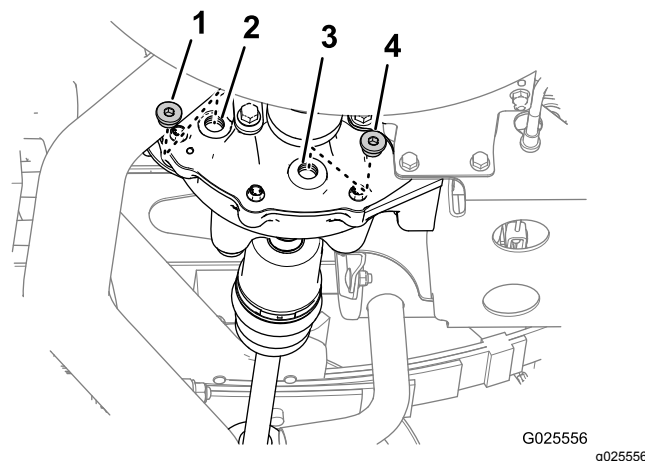

Figura 73
1. Coloque un recipiente debajo del tapón de vaciado (Figura 73).
2. Retire el tapón de llenado del orificio de llenado, y retire el tapón de vaciado del orificio de vaciado del diferencial (Figura 73).
4. Instale el tapón de vaciado en el orificio de vaciado (Figura 73) y apriete el tapón a entre 14 y 19 N·m.
5. Añada 550 ml de aceite del tipo especificado en el orificio de llenado del diferencial (Figura 73).
6. Instale el tapón de llenado en el orificio de llenado (Figura 73) y apriete el tapón a entre 14 y 19 N·m.